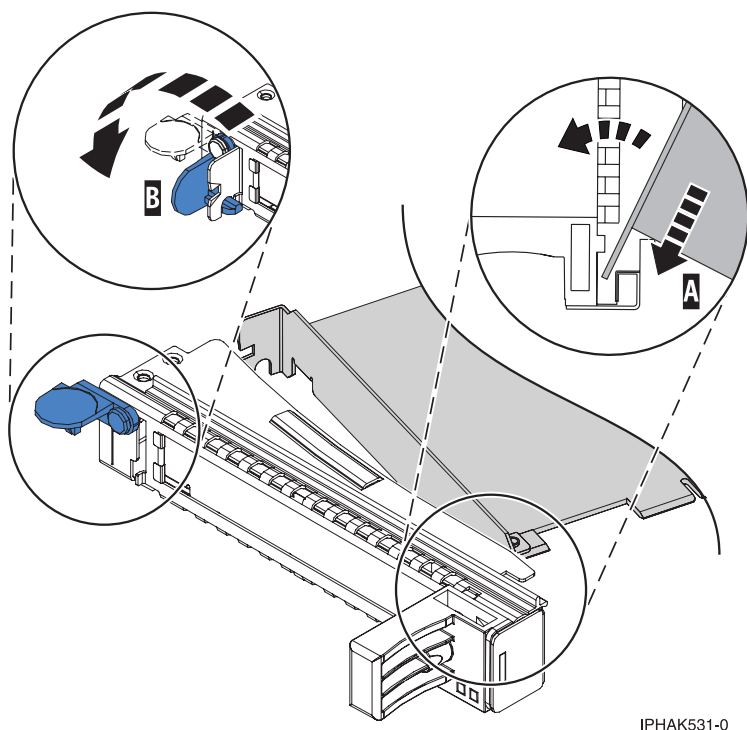

Figura 84. Coloque a cassete de largura simples para adaptadores PCI
- a. Com o grampo de contraponto na posição de aberto, insira o adaptador firmemente no canal de fixação do contraponto **(A)**. Consulte a Figura 84 na página 118.
- c. Feche o grampo do contraponto **(B)**. Consulte a Figura 84 na página 118.